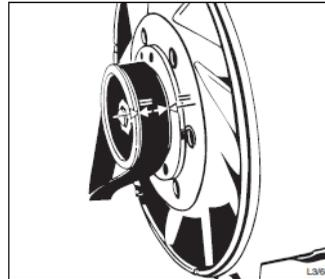

Abb. 54 – Aufsetzen des neuen Riemens
- Den Poly-Keilriemen auf die Riemenscheibe des Gebläses, auf die Spannrolle und auf die untere Riemenscheibe aufsetzen (siehe Abb. 54).